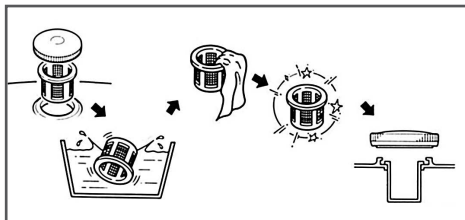

Рис. 20 Обслуживание сетчатого фильтра
1. Открутите крышку топливного бака (Рис. 20) и извлеките сетчатый пластмассовый фильтр, расположенный под крышкой топливного бака.